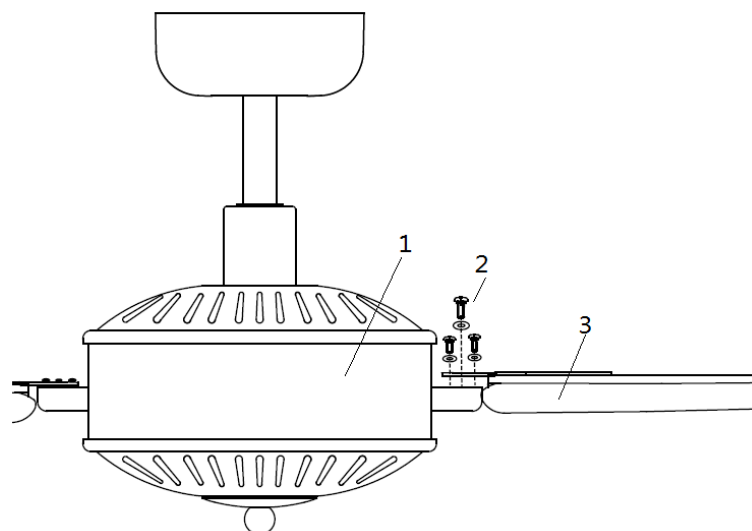

Abb. 5
- Richten Sie die 3 Bohrungen an den Ventilatorflügeln (3) auf die Bohrungen am Motorschaft (1) aus.
- Sichern Sie die Flügel mit jeweils 3 Schrauben und den mitgelieferten Sicherungsscheiben (2).
- Führen Sie den Vorgang für die verbleibenden zwei Ventilatorflügel in identischer Weise aus. (Abb.5)